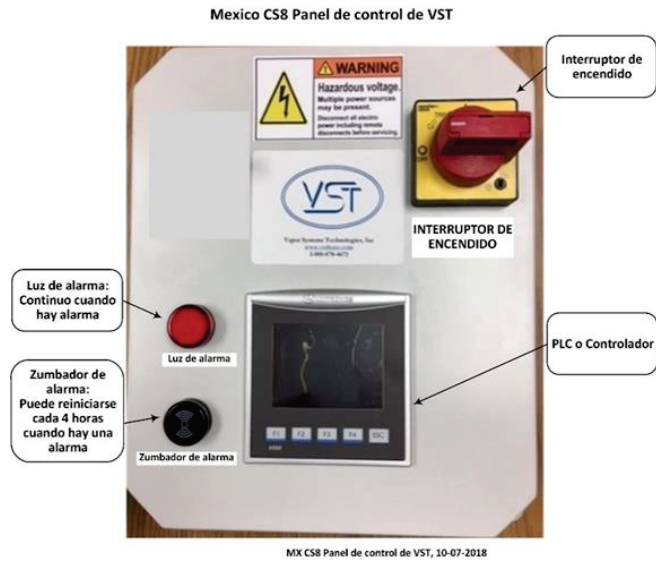

Figura 11-2: Panel de control de VST México CS8
- El panel de control de VST está diseñado para manejar las funciones de la GREEN MACHINE en función de la presión del vapor del UST. **La Figura 11-2** muestra la parte frontal del panel de control con los siguientes elementos: